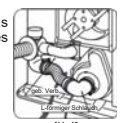

Abb. 10
9. Bringen Sie den Heizkörper in die gewünschte Position. Verbinden Sie das gebogene Verbindungsstück mit dem Ablauf des Abgasrohrs und dem Ablauf des Heizkörpers. Achten Sie darauf, dass alle Verbindungen dicht sind (Abb. 10).